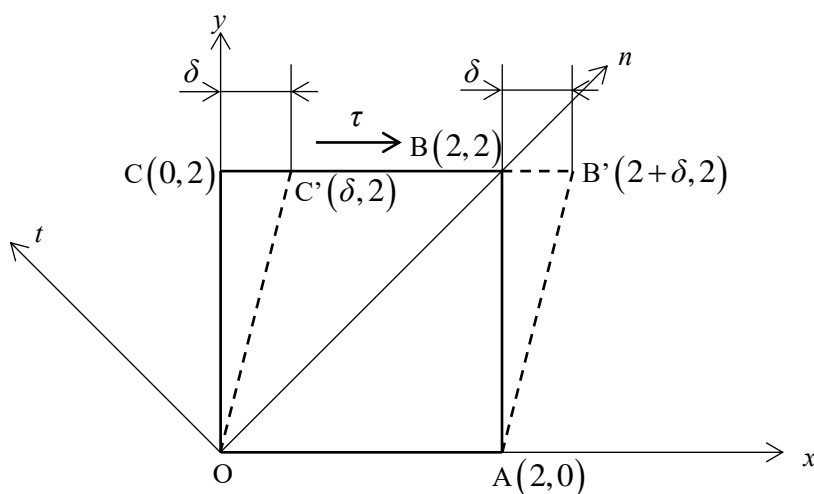

Fig.1 平面応力状態
- [1] 2次元応力状態にある弾性体のある点 O でせん断応力 τ が図 1 のように作用している。その結果、弾性体の表面に描かれた正方形 OABC が変形して平行四辺形 OAB'C' になった。ただし、点 B, C の x 方向の変位は δ であって、正方形の一辺の長さに比べて十分小さいものとする。 nt 座標系は xy 座標系を反時計回りに $\pi/4$ だけ回転した座標系である。弾性体の材料定数を縦弾性係数 E と横弾性係数 G 、ポアソン比 ν として、以下の問いに答えよ。解答は解答欄に途中式は機航レポート用紙に記入せよ。